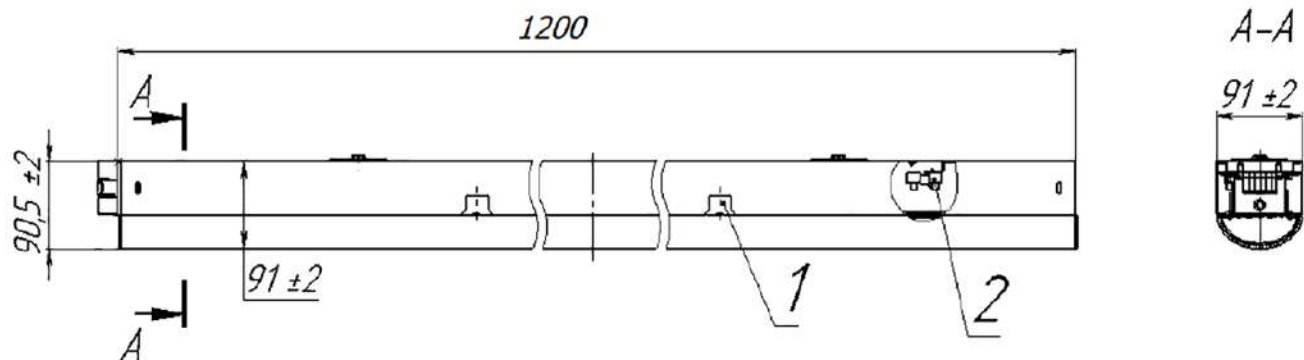

Рисунок 1
2.1 Светильники серии GALAD Маркет ПРО LED-38 (рисунок 1) предназначены для освещения общественных зданий, торговых рядов, фойе, коридоров. Светильники устанавливаются в световую линию и, соединённые между собой, представляют конструкцию любой длины (как и при использовании дополнительных аксессуаров).